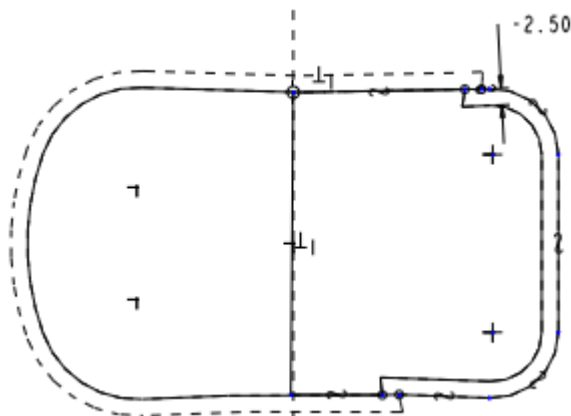

图 42-28
- (1) 单击特征工具栏中的 ，打开拉伸特征操控板，设定拉伸长度为 18。
- (2) 单击 ，打开【剖面】对话框，选择模型底面为草绘平面，绘制如图 42-28 所示的截面。